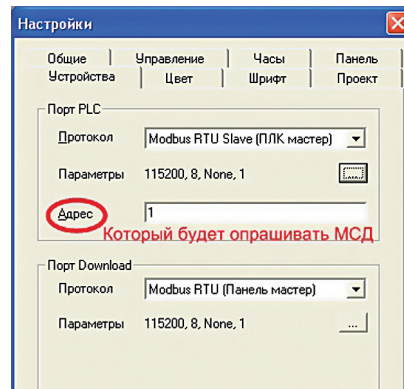

Рис. 3.
- » Задайте сетевые настройки панели (рис. 3) в соответствии с приведенной схемой подключения.